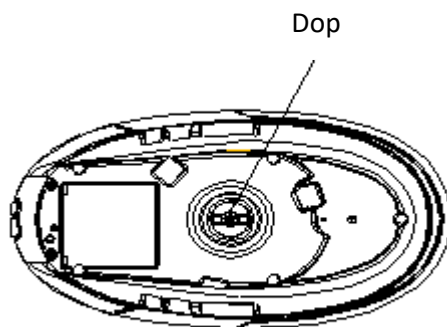

Fig. 4
3. Pentru a îndepărta depunerile de calcar de la nivelul generatorului de abur interior, efectuați operațiile de mai jos: întoarceți mai întâi baza aparatului și așezați-o pe o suprafață orizontală, asigurați-vă că baza aparatului este stabilă, puneți un prosop pe dopul de scurgere și rotiți dopul pentru a-l detașa, evacuați apa din generatorul de abur, apoi clătiți generatorul de abur cu apă curată, pentru a-l curăța corespunzător (a se vedea Fig. 4).